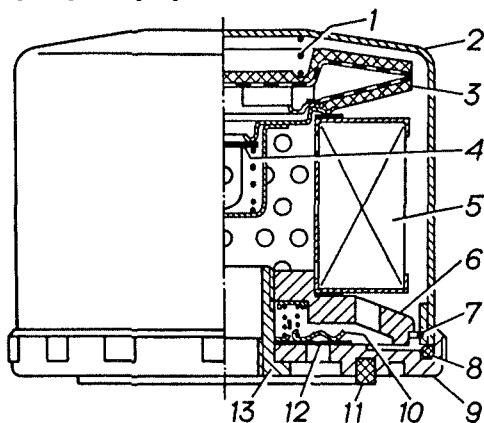

Рис. 19 Масляный фильтр 2101C-1012005-PK-1:
**Фильтр очистки масла** (рис. 19) - полнопоточный, со сменными фильтрующими элементами. Через фильтр проходит все масло, нагнетаемое насосом в систему.
При замене фильтрующего элемента 5 (см. рис. 19), фильтрующе-